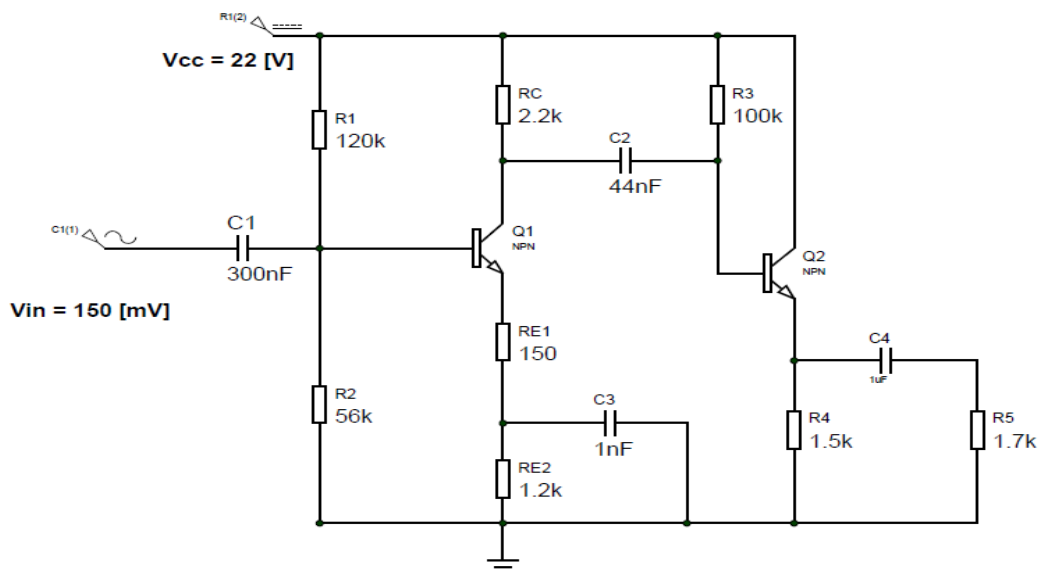

Figura 1. Amplificador multietapa para el análisis
1. Determinar numéricamente y dibujar en papel milimetrado la forma de onda del voltaje de salida V_o y voltaje de entrada V_{in} del circuito de la Figura 1 ($B=100$ para todos los transistores).